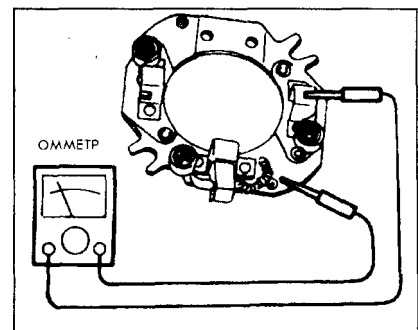

Рис. 10-20.
1. Проверьте изоляцию между держателем щеток (сторона "+") и его основанием (сторона "-") с помощью омметра (рис. 10-20). Если есть проводимость — замените держатель.